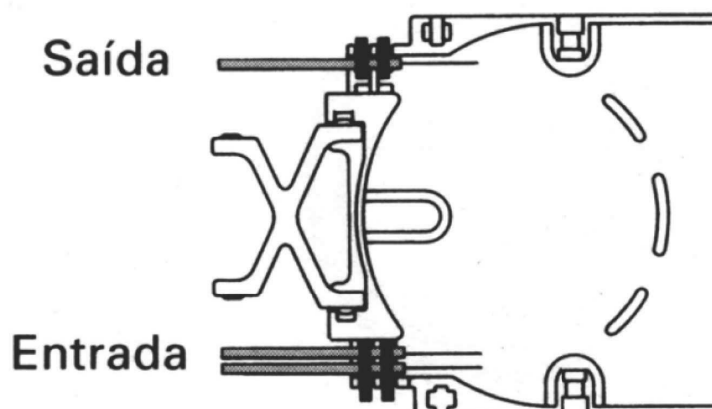

FIG.19
2. Prepare as unidades básicas com as fibras a serem emendadas e fixe-as com as abraçadeiras plásticas fornecidas com o conjunto. (FIG.19)